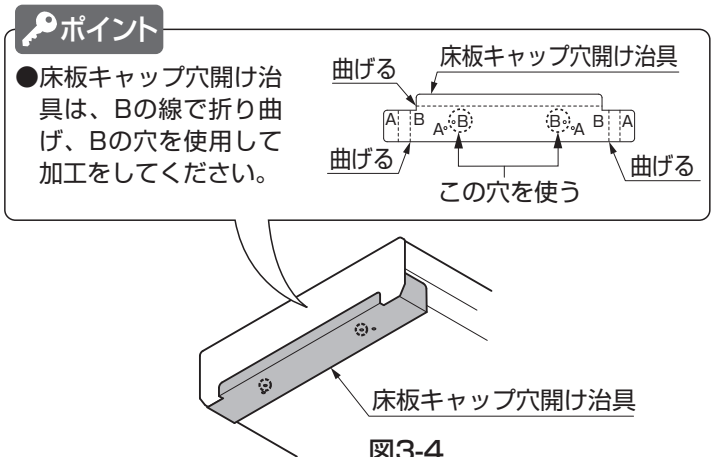

図3-4
- ②床板キャップ穴開け治具をBの線で折り曲げてください。(図3-4参照)
- ③床板裏面に穴開け治具をあて、Bの穴でφ3.5の穴加工とφ8のサラ取り加工をしてください。(図3-4、図3-5参照)